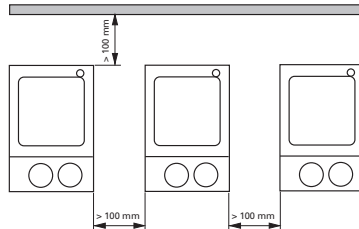

Fig. 2
- Beachten Sie die Mindestabstände zwischen Geräten, zwischen Gerät und Wand (wie in Fig. 2 dargestellt, sowie oberhalb des Aufbaus (min. 800mm)